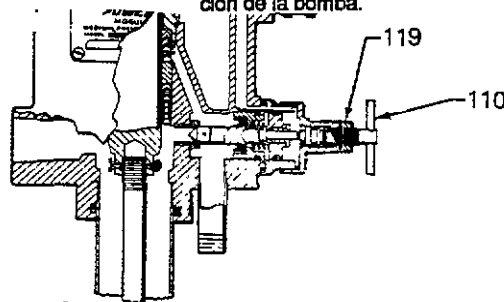

Fig 2
Para la circulación de producto, abrir el Relax-A-Valve aflojando la tuerca de bloqueo (119) y girando el asa en T (110) lo máximo posible en sentido *antihorario*. Arrancar la bomba y hacer circular el producto según se necesita. Para la bomba y cerrar el Relax-A-Valve o pasarlo a posición automática. Ver Fig. 2.